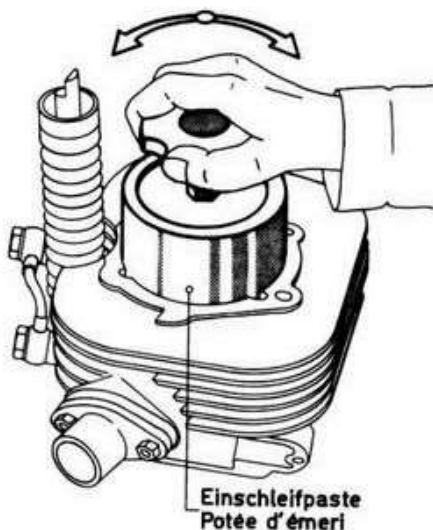

Fig. 9
- Mittels Vorrichtung Nr B 600.20.111 und grober Einschleifpaste, die untere Dichtfläche durch Drehbewegung planzuschleifen (Fig. 9)
- Au moyen du dispositif No B 600.20.111 et de potée d'émeri grossière, planer l'assise de culasse en opérant par mouvements circulaires (fig. 9).